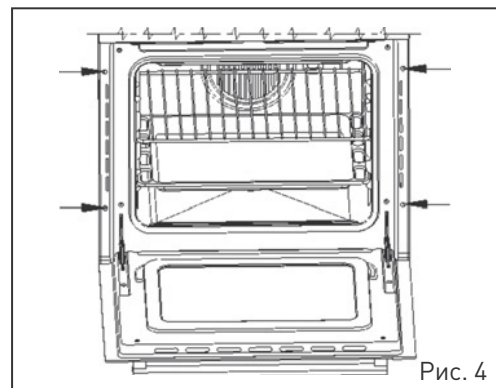

Рис. 4
2. Затем вставьте переднюю часть навесного элемента в ближнее отверстие, прижмите и потяните ее вниз (Рис.4).
Вставьте духовой шкаф в нишу и проверьте направляющие зазоры справа и слева — они должны быть равными. Для крепления духовки к стенкам кухонного шкафа откройте дверцу духовки, прикрепите духовой шкаф 4 винтами в 4 отверстиях, расположенных по периметру рамы (Рис. 4).